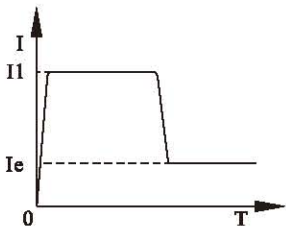

图10
- b)、图10为限电流起动模式的电机电流变化波形。其中I1为设定的起动限流量，当电机起动时，输出电压迅速增加，直到电机电流达到设定的限流值I1，并保持电机电流不大于该值，然后随着输出电压的逐渐升高，电机逐渐加速，当电机达到额定转速时旁路接触器吸合，输出电流迅速下降至电机额定电流Ie或以下，起动过程完成。